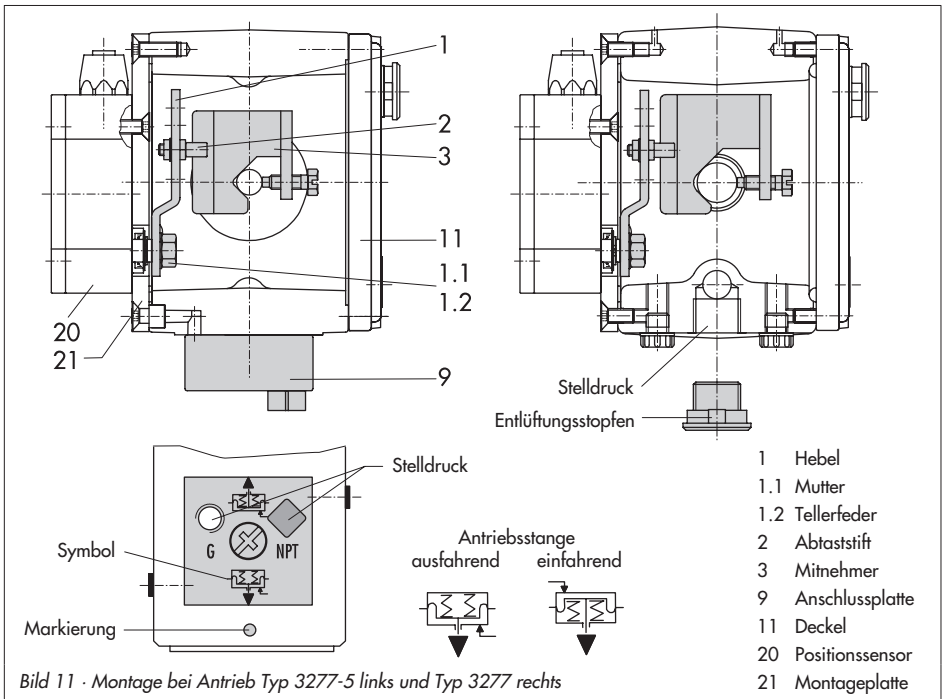

Bild 11 · Montage bei Antrieb Typ 3277-5 links und Typ 3277 rechts
Der Stelldruck vom Stellungsregler wird über den Stelldruckanschluss der Anschlussplatte (9, Bild 11 links) auf die Membrankammer des Antriebes geführt. Dazu zunächst die Anschlussplatte (9) aus dem Zubehör am Joch des Antriebes verschrauben.
- ▶ Anschlussplatte (9) dabei so drehen, dass das für die Sicherheitsstellung richtige Bildsymbol "Antriebsstange ausfahrend" oder "Antriebsstange einfahrend" nach der Markierung ausgerichtet ist (Bild 11 unten).
- ▶ Unbedingt darauf achten, dass die Flachdichtung der Anschlussplatte (9) richtig eingelegt ist.